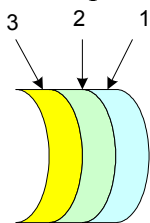

Рис. 284
**3) Кинескопы.** Кинескопы относятся к комбинированным ЭЛТ, то есть они имеют электростатическую фокусировку и электромагнитное отклонение луча для увеличения чувствительности. Основным отличием кинескопов от ЭЛТ является следующее: электронная пушка кинескопов имеет дополнительный электрод, который называется ускоряющим электродом. Он располагается между модулятором и первым анодом, на него подаётся положительное напряжение в несколько сотен вольт относительно катода, и он служит для дополнительного ускорения электронного потока. Вторым отличием является то, что экран кинескопа, в отличие от ЭЛТ, трёхслойный (смотрите рисунок 284).